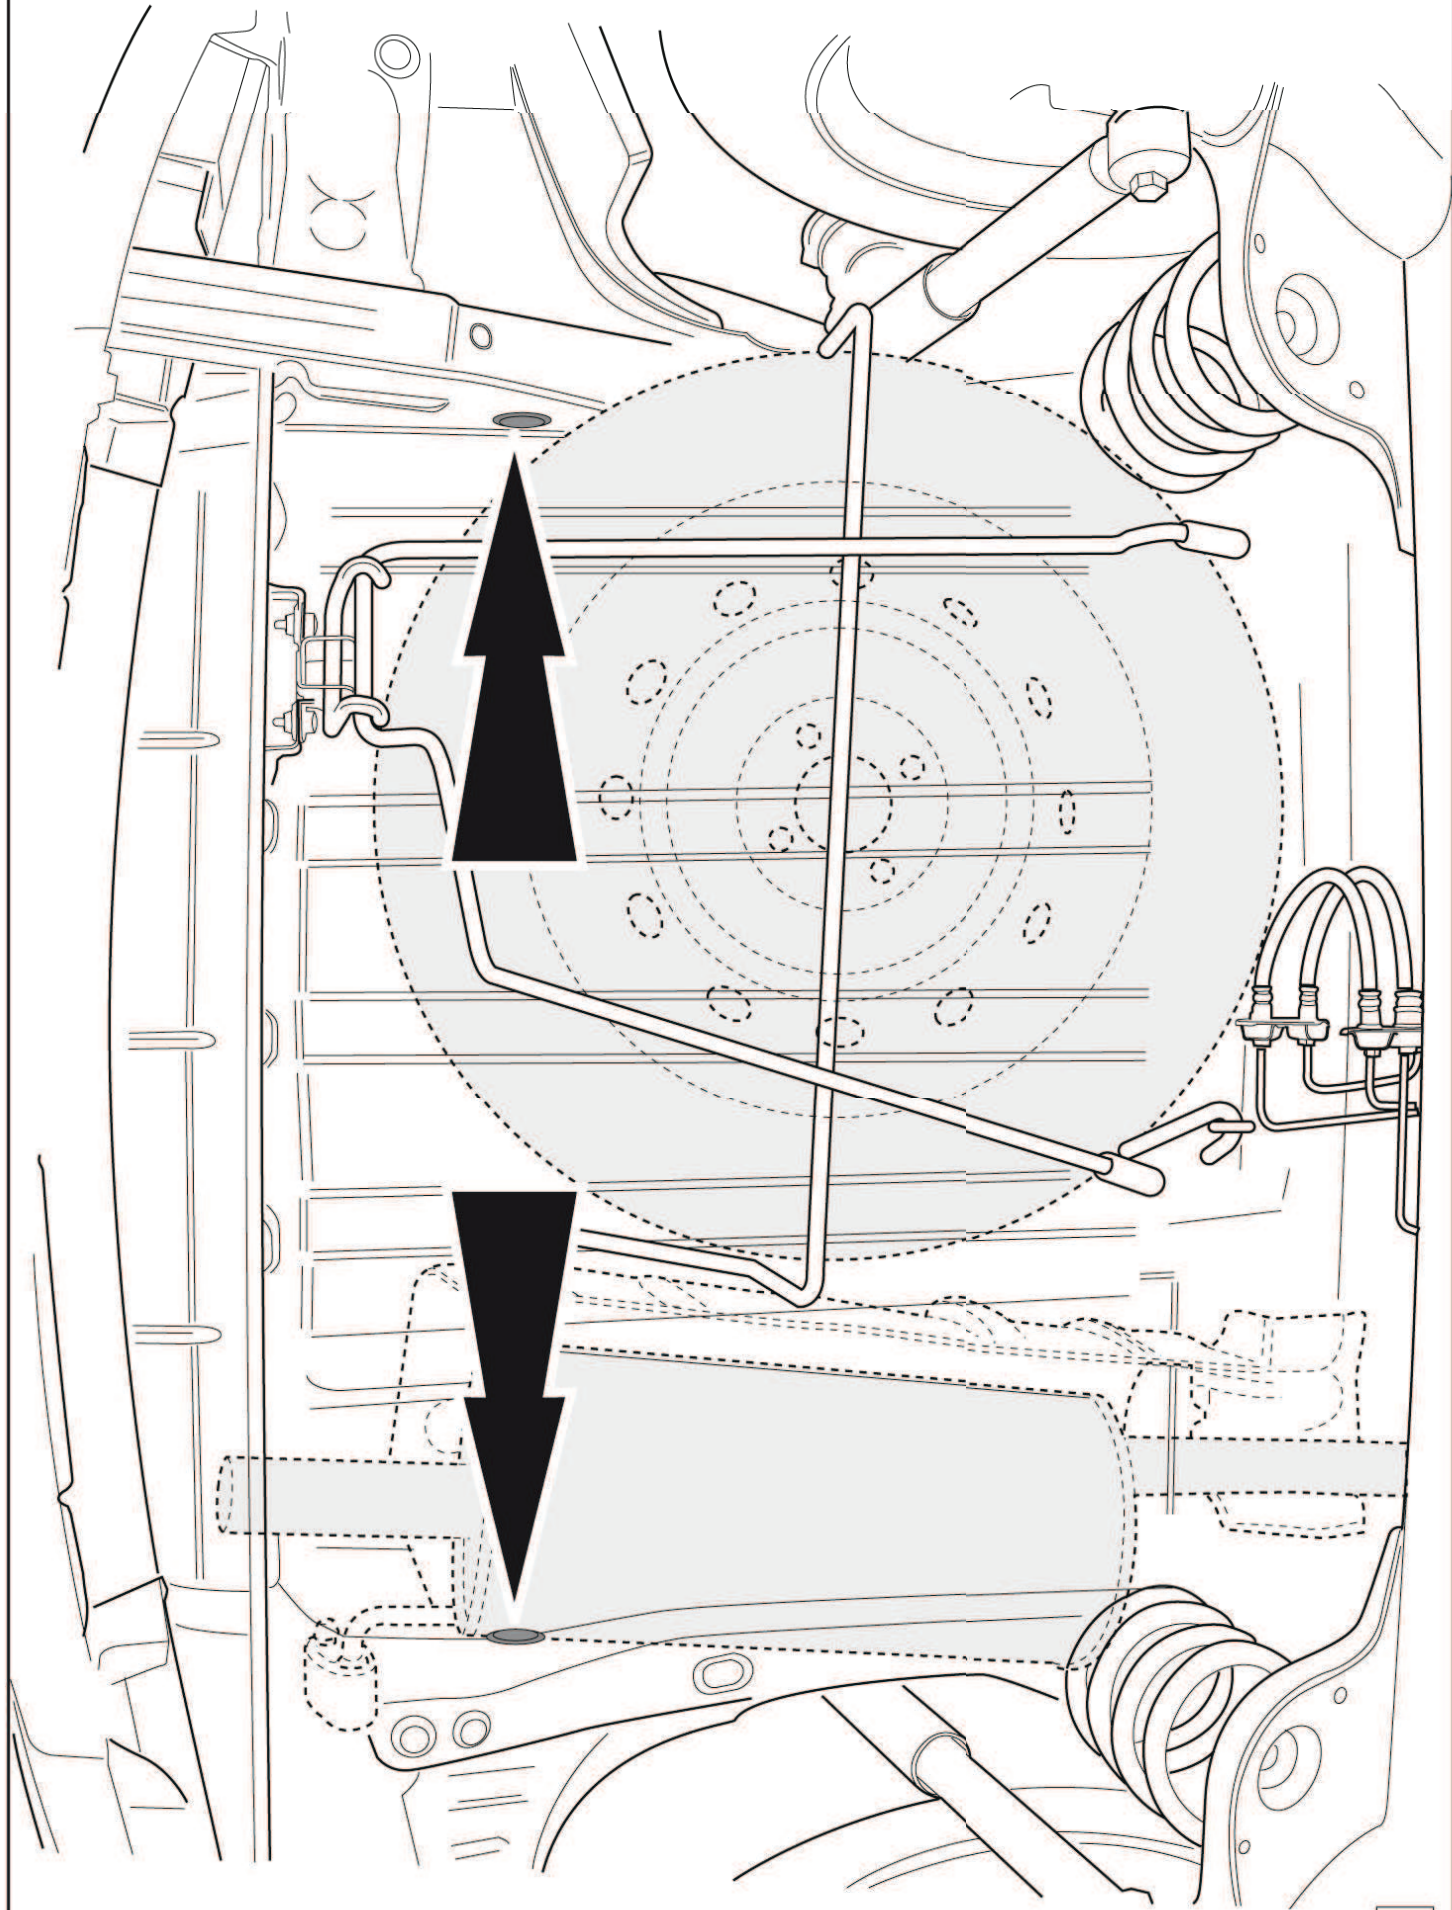

Fig. 1
4. Bei den angegebenen Punkten die Gummikappen entfernen (siehe Abb. 1).
4. Enlever les bouchons en caoutchouc à l'emplacement des points indiqués (voir la fig.1).
4. Avlägsna gummikåporna vid de markerade punkterna (se fig. 1).
4. Fjern gummikapslerne ved de markerede punkter (jævnfør fig. 1).